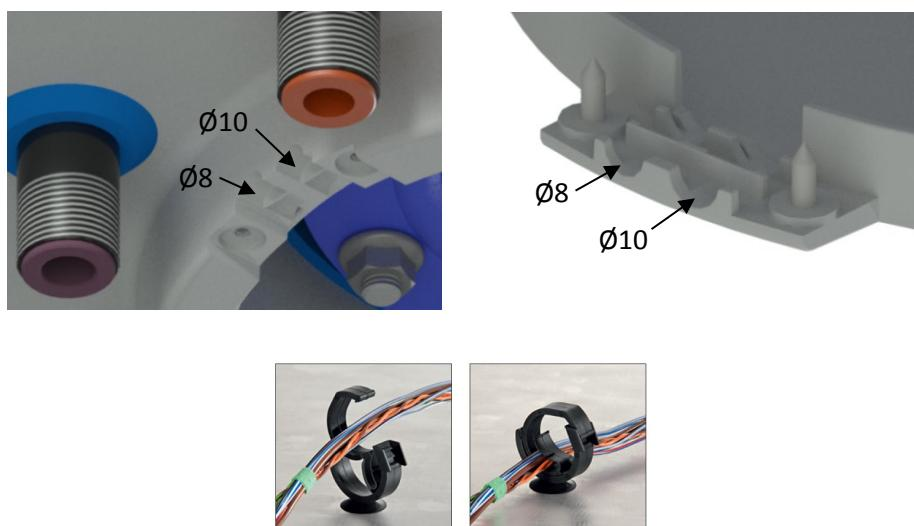
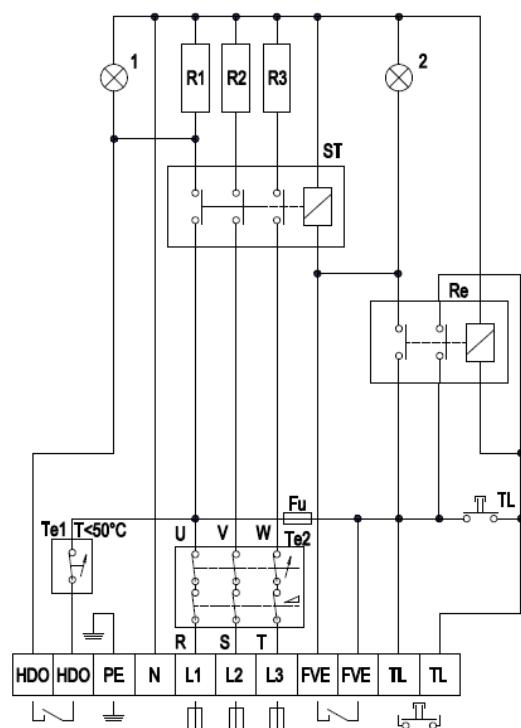

Рисунок 7
Рисунок 8
Подключение выполните согласно приложенной схеме. Подключение, выполненное на заводе, запрещено менять! (Рисунок 8) В крышке электропроводки снимите перегородку, соответствующую диаметру подводящего провода Ø8 или Ø10 (Рисунок 7). Степень защиты электрических компонентов водонагревателя - IP 44. Потребляемая мощность электрических нагревательных элементов 3x2200 Вт. Для крепления приводного кабеля используйте установленные держатели.
- Схема эл. подключения прилагается к водонагревателю также на крышке электропроводки (Рисунок 8).